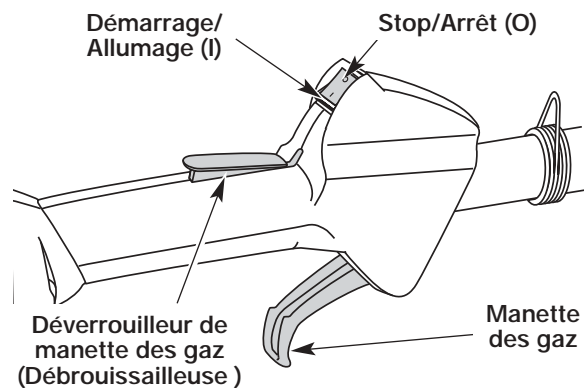

Fig. 16
2. Mettez la commande Marche/Arrêt Stop en position **MARCHE (I)** (Fig. 16).